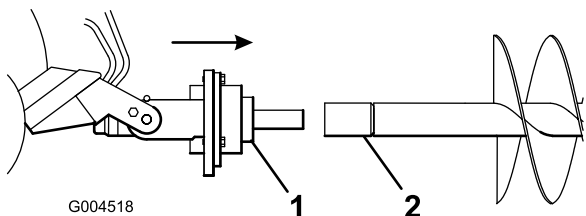

Figura 7
8. Manevrai arborele de transmisie în capătul arborelui melcului sau al extensiei (dacă este cazul), aa cum se arată în Figura 7.